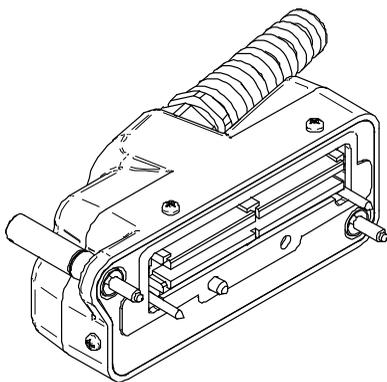

Рис. L-3 Разъем для ВТМ-преобразователей Evident
- Первый тип: разъем для ВТМ-преобразователей Evident (см. Рис. L-3 на стр. 188).